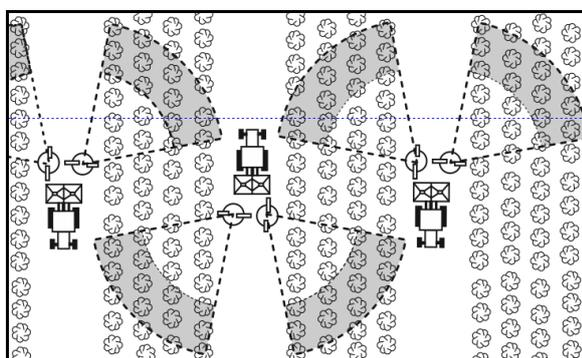

Fig. 20
5. Depositar el árbol de transmisión en el soporte previsto (Fig. 20).